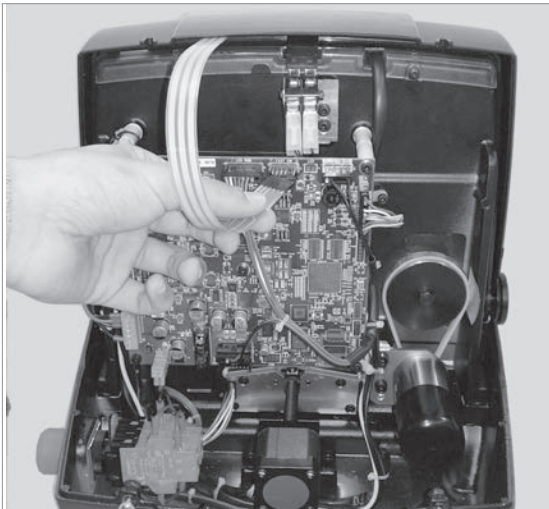

Fig. 48
- 3) Disconnect the keypad flat cable (Fig. 48).